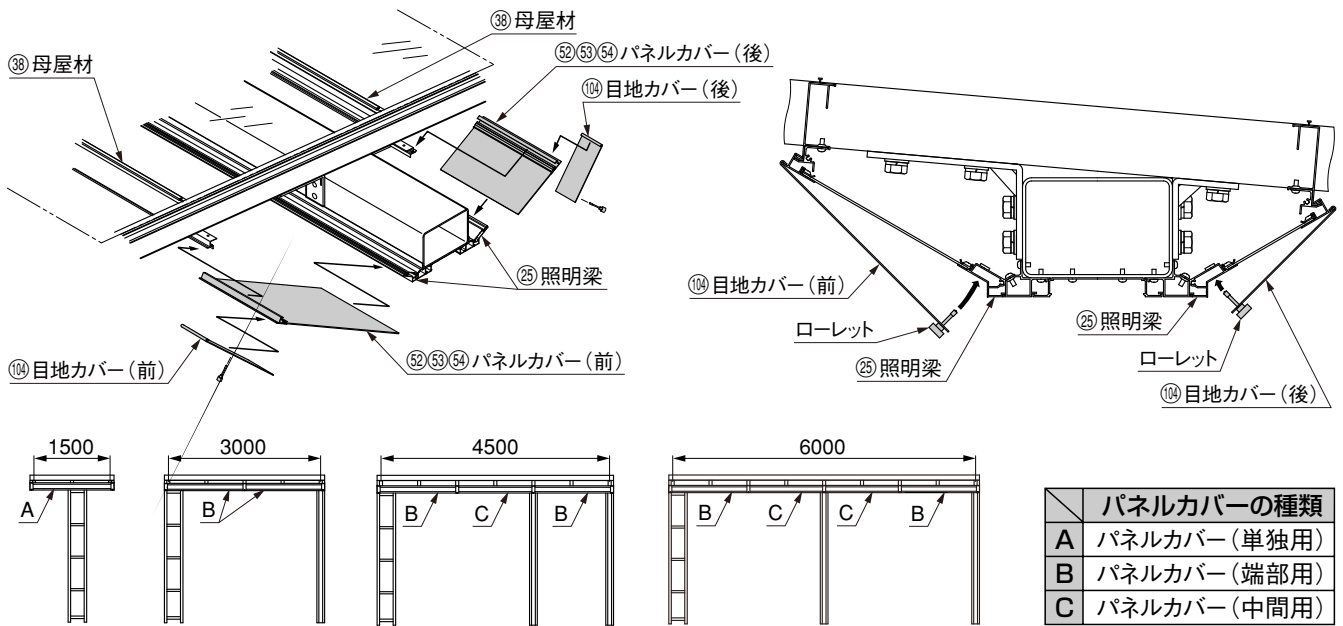

図12-1
- パネルカバーは施工長さにより組み合わせが異なります。(図12-1参照)